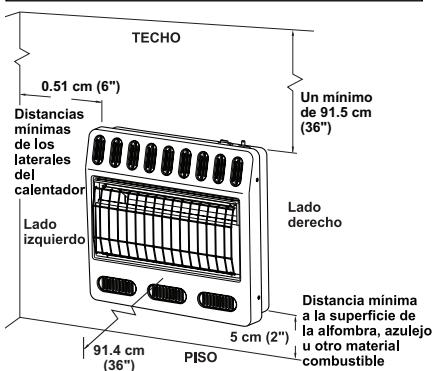

Figura 4 - Distancias mínimas de montaje vistas desde la parte anterior del calentador
**ADVERTENCIA:** mantenga las distancias mínimas que se muestran en la figura 4. Si puede, proporcione distancias mayores respecto al piso, al techo y a las paredes adyacentes.